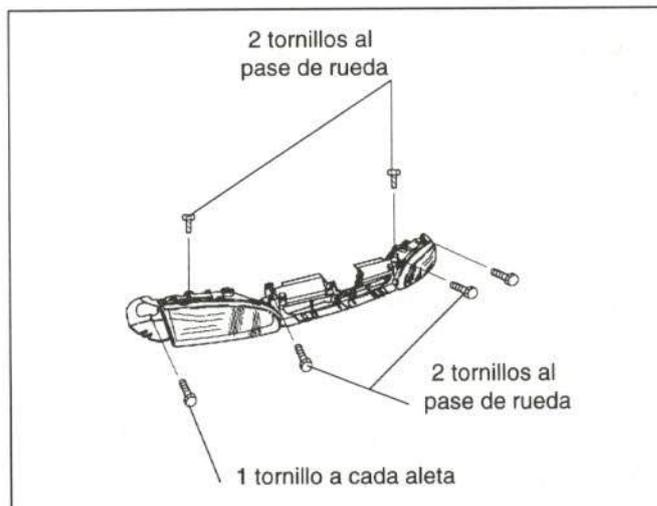

Figura 18.- Montaje del bloque de luces
- Conjunto unidad de luces (figura 18)